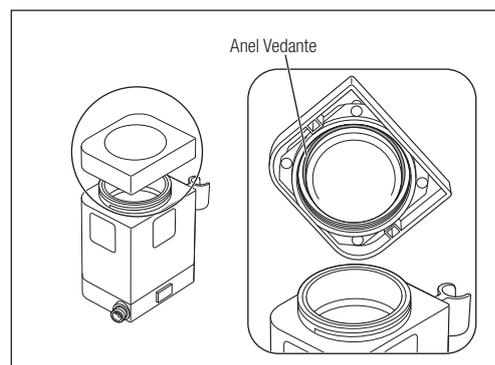

Fig. 49
- 2) Retire o anel vedante do interior da tampa da câmara utilizando uma agulha, etc. (Fig. 49).